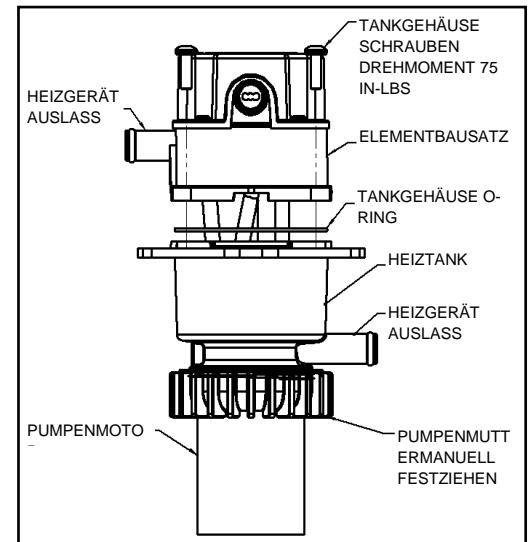

Abbildung 5
- Die vier Schrauben, die den elektrischen Deckel befestigen, wie in Abbildung 5 gezeigt entfernen.
Schaden des Dichtungsring: Korrekten Sitz des Dichtungsring in Rille sicherstellen, um Auslaufen des Vorwärmsystems zu verhindern. Siehe Abbildung 5.